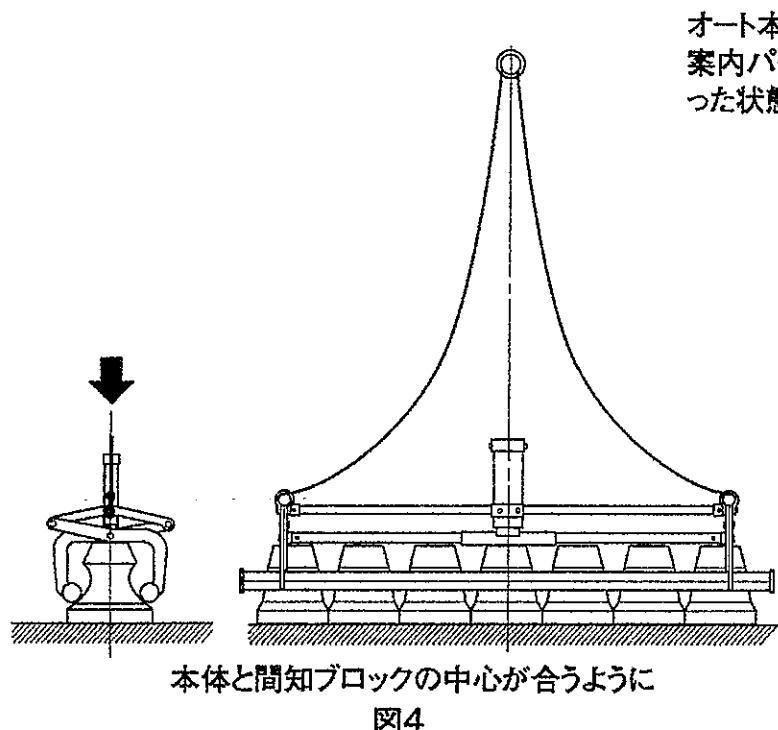

図4
(3) 開放状態のままで、クランプを吊り荷上に移動します。
(4) クランプと吊り荷の中心が合うように、水平を保ちながらゆっくりクランプを降ろして下さい。(図4)